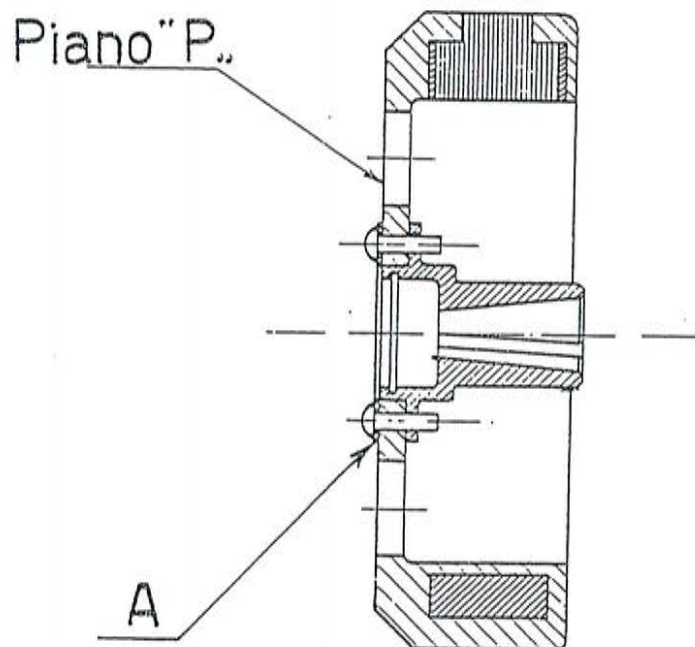

Fig. 62 Montaggio rondella A
2. - Togliere la rondella A (vedere fig. 62) ; togliere la camma.